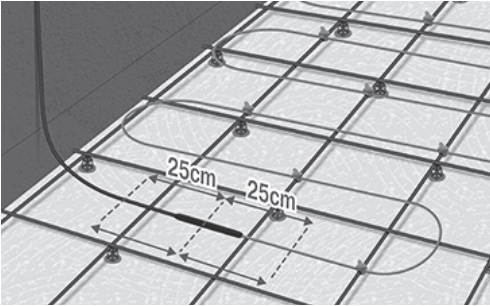

Рис. 3. Укладка кабеля по прямой линии с обеих сторон стыка
4. Как минимум 25 см кабеля с каждой стороны стыка должны быть уложены по прямой линии. Материал покрытия должен полностью герметизировать стыки минимум на 20 мм с каждой стороны (рис. 3).